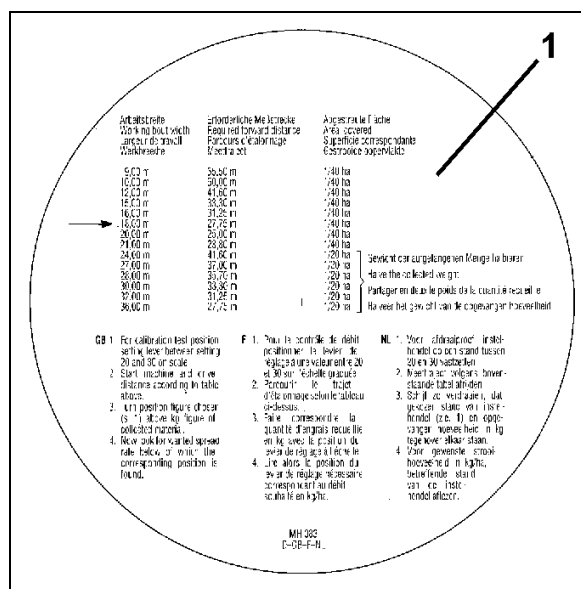

Fig. 48
- Tabell för mätsträckans längd [m] (Fig. 48).
2. Se i tabellen (Fig. 48/1) för den önskade arbetsbredden (18 m) hur lång mätsträckan är 27,75 m.